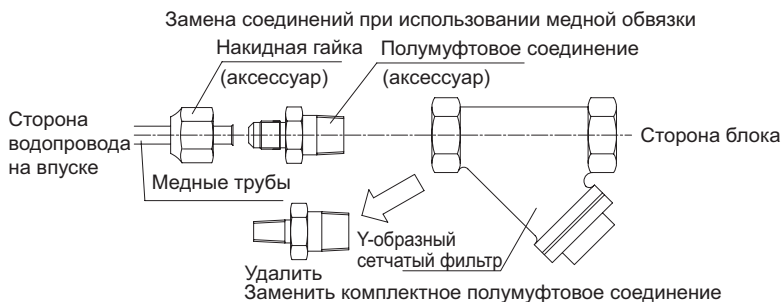

Рис. 9
- При использовании медных труб для водопроводных соединений, замените комплекты полумуфтовых соединений. (См. Рис. 9)